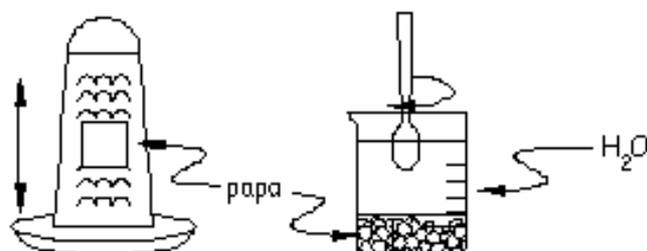

Figura 1
2. Mezcla la papa rallada con el doble de volumen de agua que el que tengas de papa, y agítala fuertemente con la cuchara (Figura 1).